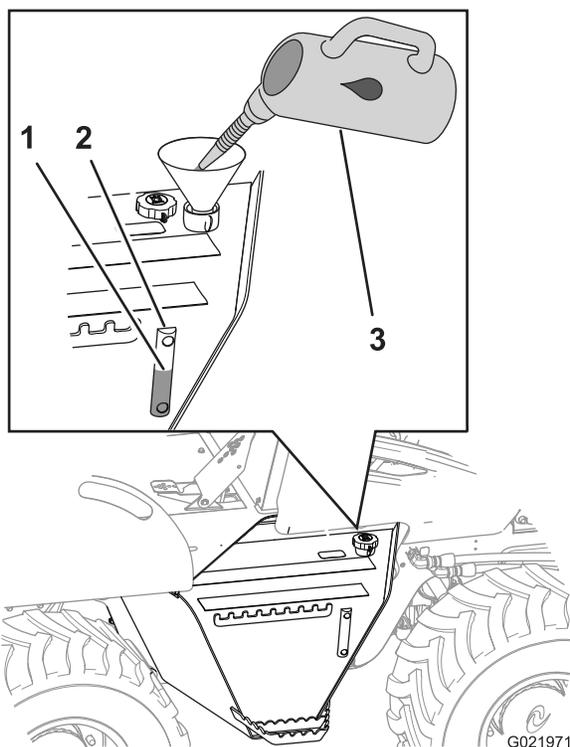

Figura 93
1. Abasteça o reservatório de fluido hidráulico com o fluido hidráulico especificado, até o nível atingir o ponto intermediário do visor de nível (Figura 93).
3. Instale a tampa de enchimento/respiro (Figura 93).